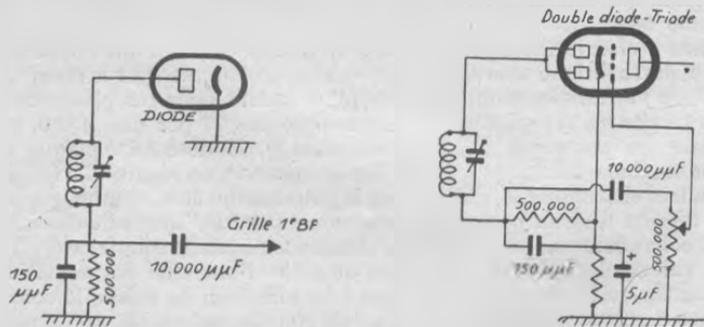

Fig. 82.
Détection-diode. — Les deux schémas classiques sont ceux de la figure 82 : détection par diode séparée et par double diode-triode.
3. *Condensateur de shunt de la résistance de charge coupé* (fig. 82). — La valeur classique de condensateur est égale à 150 μ F. Vérifier les